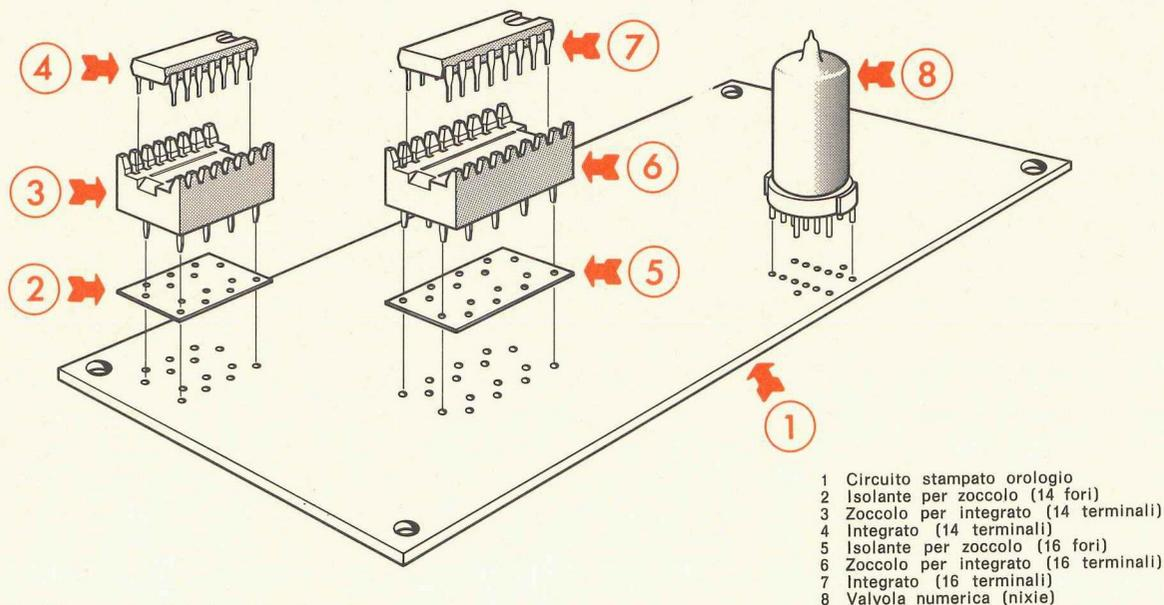

Fig. 10 - Montaggio dei circuiti integrati.
- Inserire e saldare gli zoccoli per i circuiti integrati. Di questi ve ne sono cinque a 16 piedini e dieci a 14 piedini. L'inserimento è facilitato dai segni bianchi serigrafati sulla superficie del circuito stampato. Curare che le tacche di riferimento stiano tutte dalla stessa parte, il che risulta evidente dalla serigrafia. Tra gli zoccoli ed il circuito stampato inserire lo spessore isolante (5 o 2) (fig. 10).